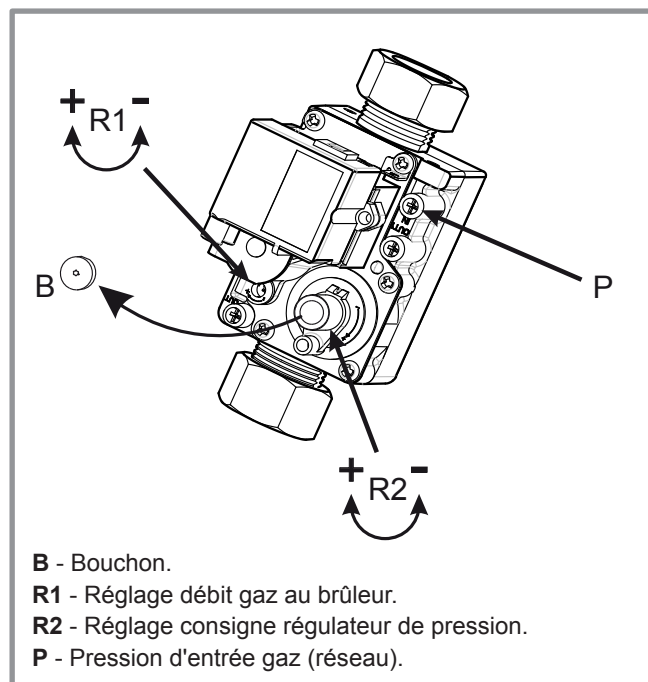

figure 36 - Vanne gaz
- Si nécessaire, ajuster le taux de CO₂ en réglant le débit gaz au brûleur (vis repère R1, figure 36).
- Si nécessaire, ajuster doucement la consigne du régulateur de pression (vis repère R2, figure 36).